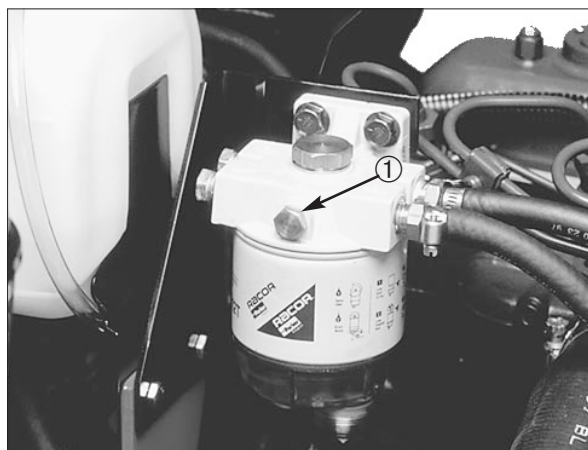

Fig. 12
2. Allentare la vite di spurgo dell'aria, situata sopra il filtro carburante/separatore del vapore (Fig. 12).